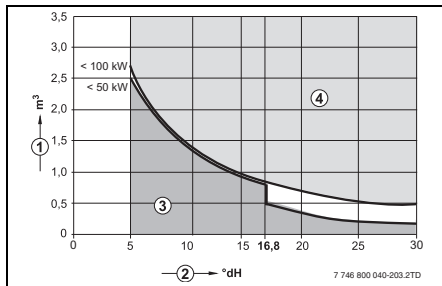

Fig. 1 Cerințe privind apa de umplere a cazanului pentru cazanul individual Logamax până la 100 kW
- Utilizați exclusiv apă de la robinet netratată (Respectați în acest sens diagrama din fig. 1). Nu este permisă apa freatică.